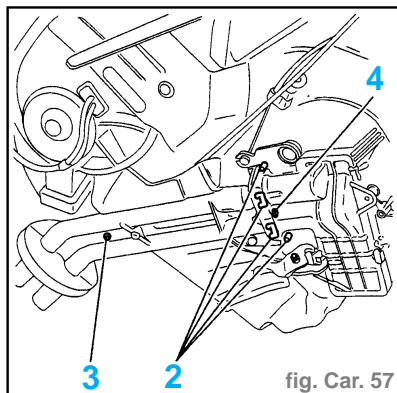

fig. Car. 57
- A l'aide d'une pince, couper les pattes (2) de fixation (fig. Car. 57).